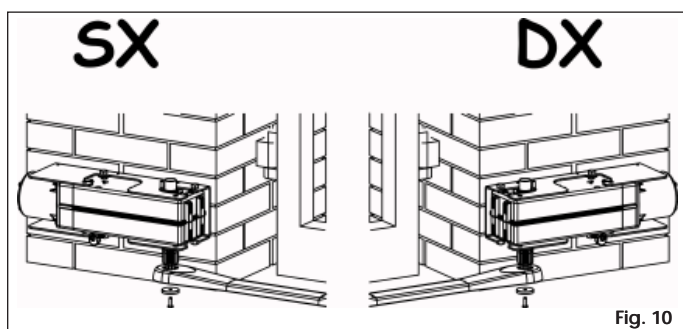

Fig. 10
- Introduzcan la palanca recta del brazo articulado en el árbol del motorreductor y bloquéenla con el tornillo y la arandela en dotación (Fig. 10).
- Coloquen el cárter de protección en el operador (Fig. 10).